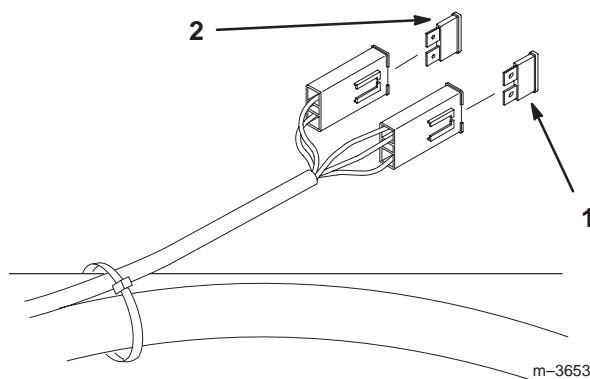

Figure 56
1. Soulevez le siège pour accéder au porte-fusibles (Fig. 56).
2. Pour remplacer un fusible, tirez dessus pour l'enlever (Fig. 56).